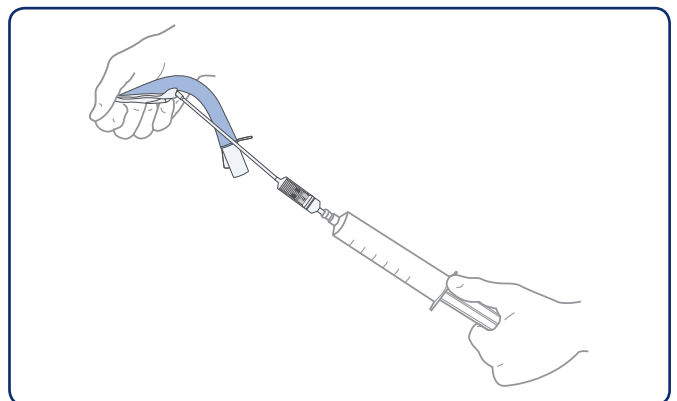

Figura 5: Desinflado del LMA Protector™
1. Después de conectar firmemente al puerto de inflado una jeringa de al menos 50 ml, sujete la jeringa y el LMA Protector™ exactamente como se indica en la Figura 5. Aparte del dispositivo la jeringa conectada hasta que el tubo de inflado esté ligeramente tensado, tal como se muestra. Presione el extremo distal del dispositivo entre el pulgar y el índice mientras extrae el aire hasta conseguir el vacío.
2. Durante el desinflado, sujete el dispositivo de manera que el extremo distal quede ligeramente doblado en la parte anterior, tal como se muestra en la Figura 5.